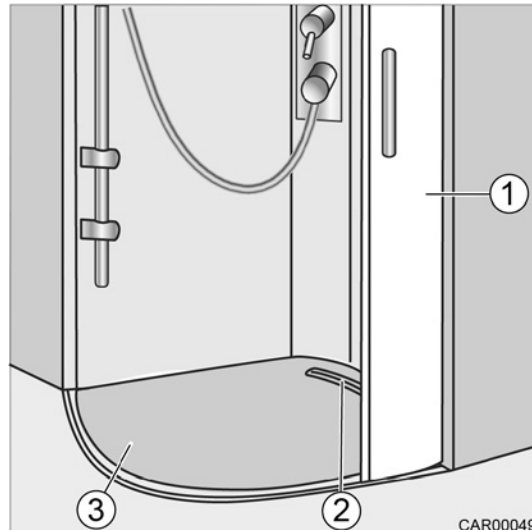

Fig. 178 Protection du receveur de douche
1. Fermer la porte (Fig. 178/1) à moitié.
2. Soulever la protection (Fig. 178/3) et sortir l'évidement (Fig. 178/2) de la porte (Fig. 178/1).
3. Retirer la protection (Fig. 178/3).